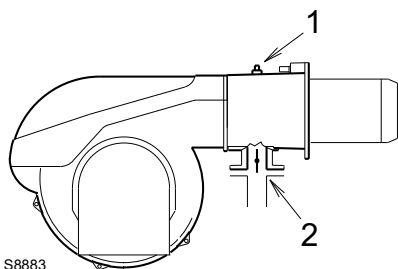

Fig. 39
Pression du gaz mesurée à la prise 1)(Fig. 39), avec:
Perte de charge du papillon gaz 2)(Fig. 39) avec ouverture maximale: 90°.
- Soustraire la pression dans la chambre de combustion de la pression du gaz à la prise 1)(Fig. 39).
- Pression du gaz à la prise 1)(Fig. 39) = 8 mbar
Par contre, pour connaître la pression de gaz nécessaire à la prise 1)(Fig.39), après avoir fixé la puissance maximale de fonctionnement du brûleur:
- Lire la pression à la prise 1)(Fig. 39) sur la droite, colonne 1.
pression nécessaire à la prise 1)(Fig. 39).